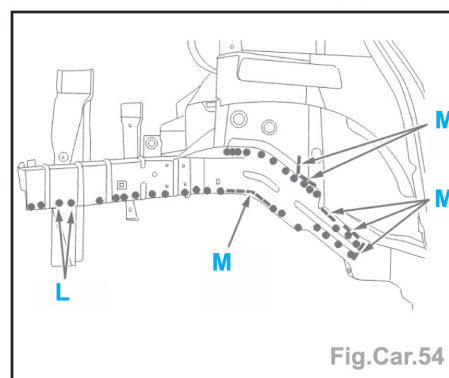

Fig.Car.54
- Poser la fermeture de brancard (Fig.Car.54).